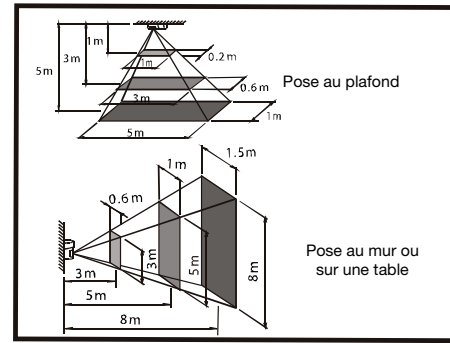

Fig. 4
1. L'ampleur de la zone de détection dépend de la hauteur à laquelle le détecteur est placé au-dessus du sol. Fig. 4.